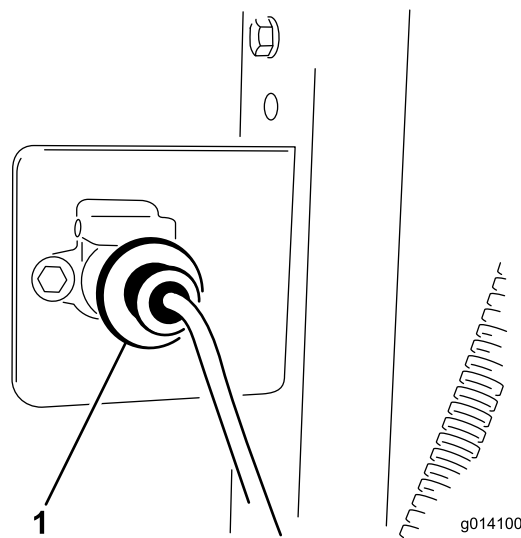

图 10
3. 用 2 个 1/4 x 1 英寸 的螺栓和螺母将线束插座固定到支架 (图 10)。
5. 将基座线束连接到牵引车的线束图 10。接头位于连接到牵引车的液压软管间。